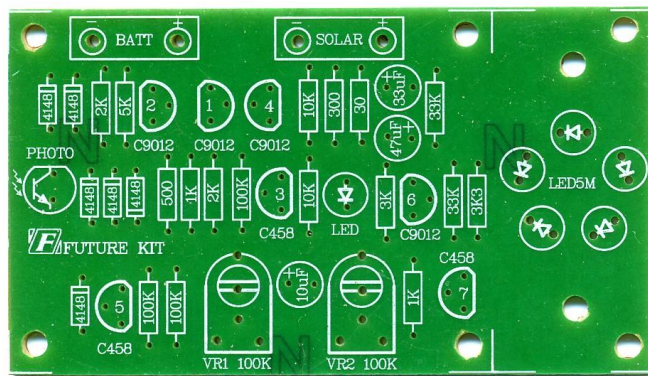
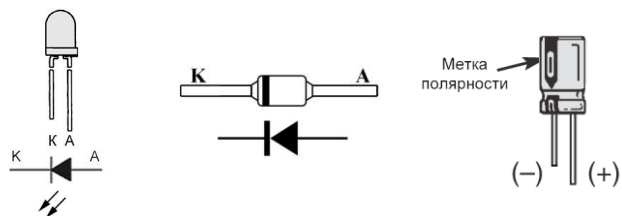

Рис.3 Монтажная схема
Рис.4 Цоколевка элементов
3. Установите все детали согласно рис.3: **ПРИМЕЧАНИЕ:** Цоколевка элементов показана на рис.4.